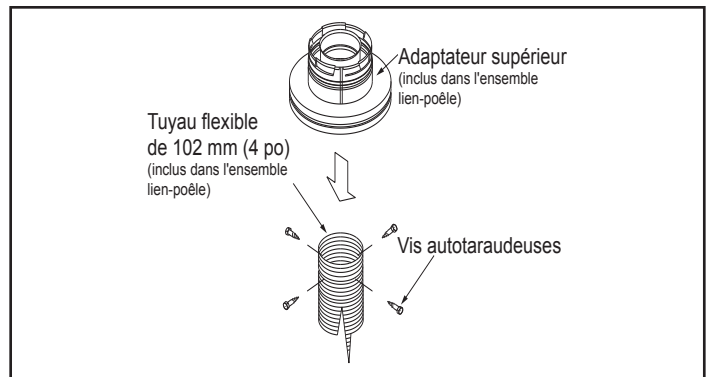

Figure 4.19
3. Connectez l'extrémité du tuyau flexible à la face inférieure de l'adaptateur supérieur au moyen de quatre vis autotaraudeuses. Voir la Figure 4.19.
5. Connectez la chemise flexible à l'adaptateur supérieur, au moyen de trois vis à tôle. Voir la Figure 4.19.